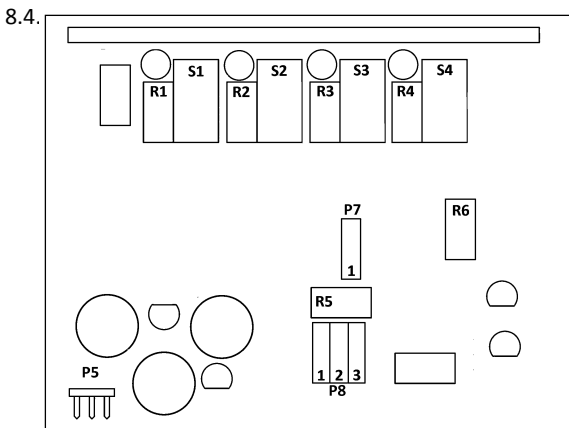

Рис. 1 Расположение регулировочных элементов, плата преобразователя
1.1. Преобразователь предназначен для установки в электрические исполнительные механизмы с целью преобразования положения выходного органа механизма в пропорциональный электрический сигнал и сигнализации или блокирования в крайних или промежуточных положениях выходного органа, а также управления положением выходного органа механизма от входного управляющего сигнала. Для визуального определения положения выходного органа механизмов фланцевого исполнения конструкция ППТ-3-1М изготовлена с цифровым указателем положения в %, который подключается к разъему Р5 рисунок 1.